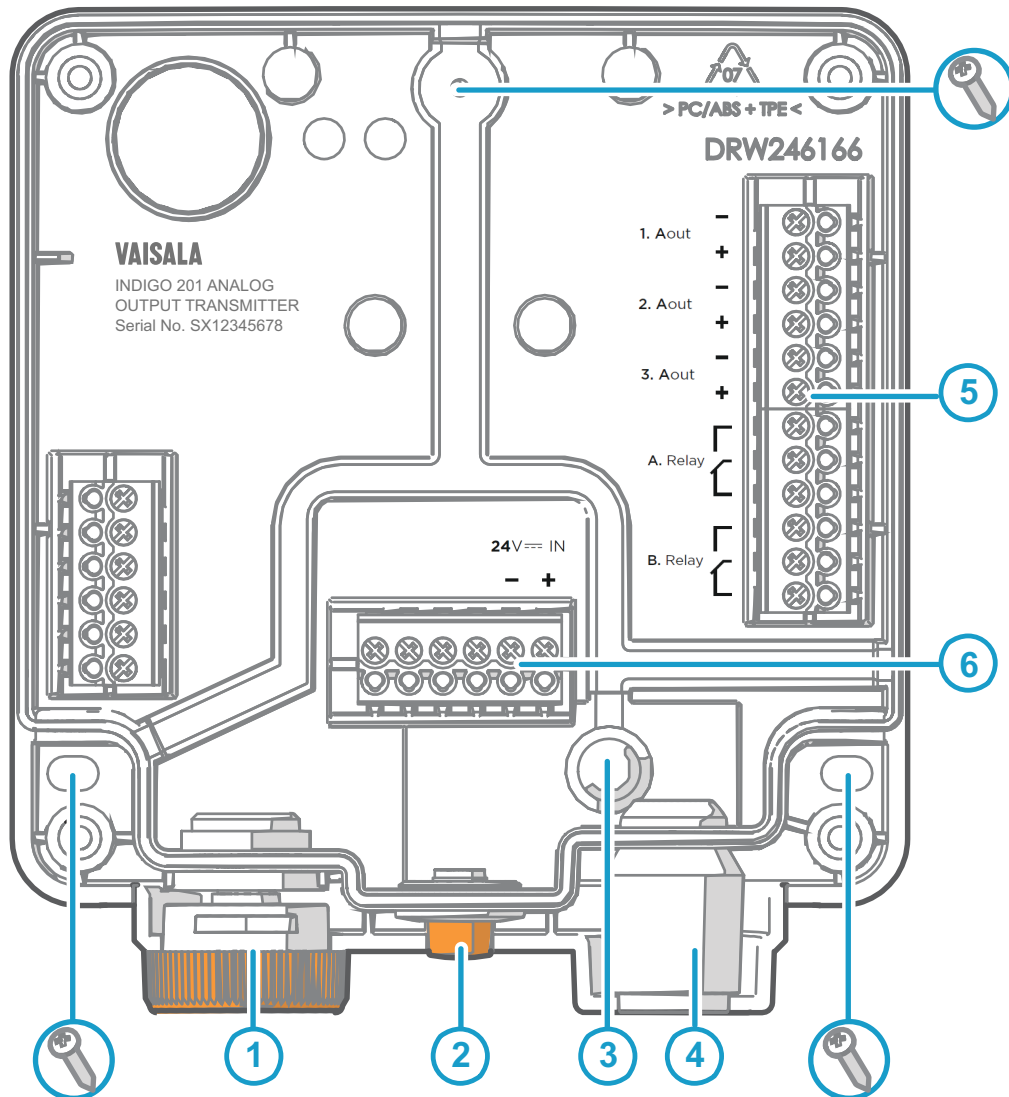

图 27 Indigo 201 变送器基座主部件和螺钉位置
4. 将变送器基座放置于安装面上并且用 3 颗螺钉安装它。请参见图 27 (页 43) 中的螺钉位置。